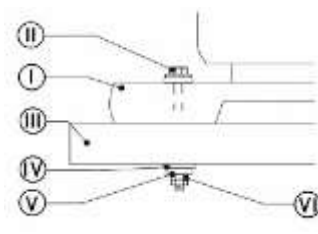

Рис.2
8. МОНТАЖ СТАНКА (Рис.2)
8.1. Монтаж станка на верстаке (Рис.2)